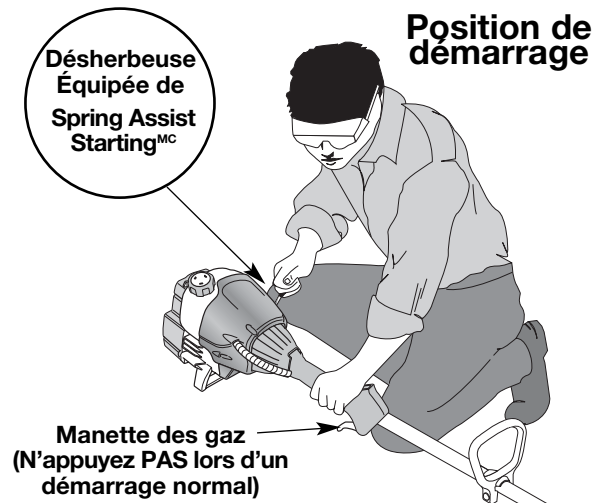

Fig. 8
AVERTISSEMENT: évitez tout démarrage accidentel. Tenez-vous en position de démarrage lorsque vous tirez sur la corde de démarrage (Fig. 8). L'opérateur et l'appareil doivent tous deux être en position stable pour éviter des blessures graves.
4. Accroupissez-vous en position de départ et **n'appuyez pas sur la manette des gaz** (Fig. 8). Tirez le cordon de démarrage d'un **mouvement contrôlé et ferme**. Répétez jusqu'à ce que le moteur démarre.